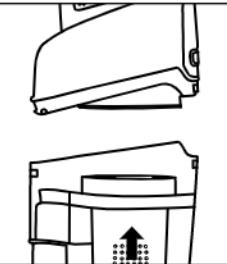

Fig. 4
7. Replacez le réservoir à poussière dans l'aspirateur (Fig. 4).